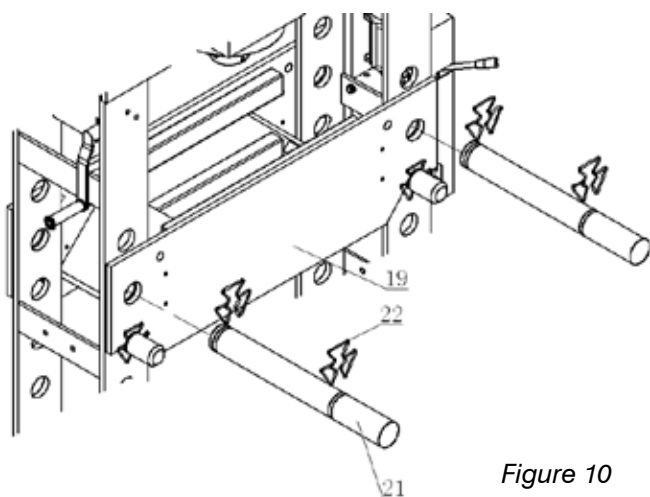

Figure 10
Régler le tablier (19) à la bonne position tel qu'on l'indique à la Section 13 et insérer les goupilles de blocage (21) dans les orifices de la carcasse de la machine et les verrouiller en place (22) (Figures 10 et 11).